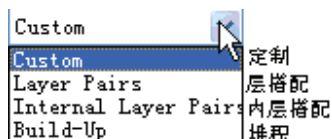

图 9-37 板层堆栈管理器工作模式
(2) 将光标移动到板层堆栈管理器的右上角，单击下拉按钮 ，弹出一个板层堆栈管理器工作模式菜单，如图 9-37 所示。